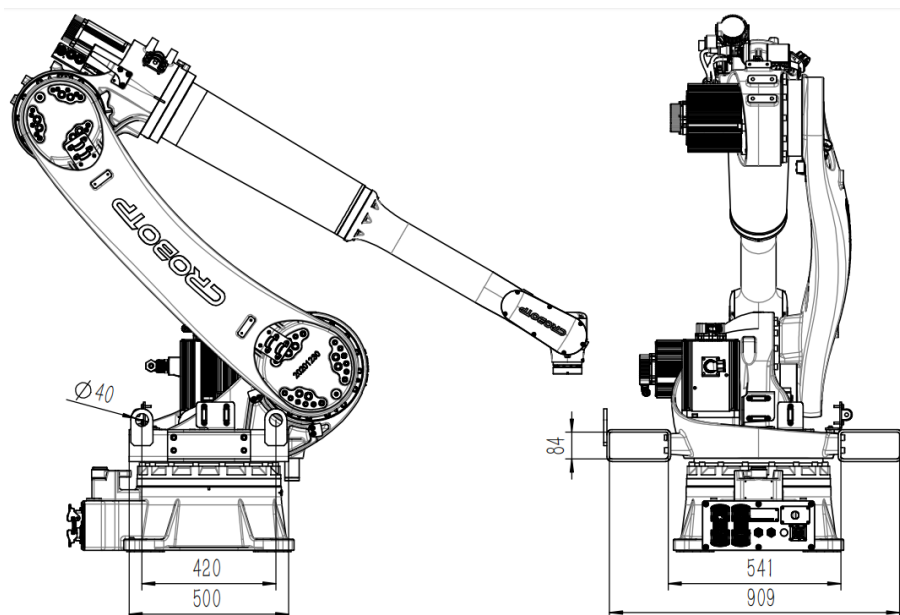

图 3.3.1
用搬运尺寸，如图3.3.1所示。
- (1) 必须把机器人调整到搬运姿态（参考图3.3.1）。
- (2) 使用能够承受机器人重量的托盘。
- (3) 将机器人用M16螺栓固定在托盘中间。禁止在托盘边沿放置机器人。
- (4) 搬运时，必须缓慢平稳，防止机器人在搬运过程中晃动。